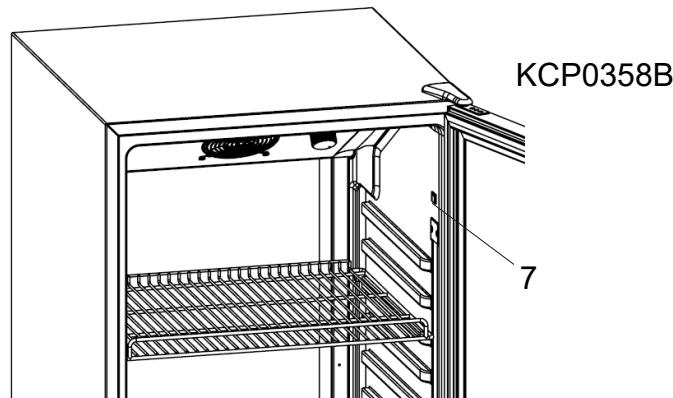

rysunek 1
1. Powyższy rysunek 1. przedstawia schemat KCP0358B.